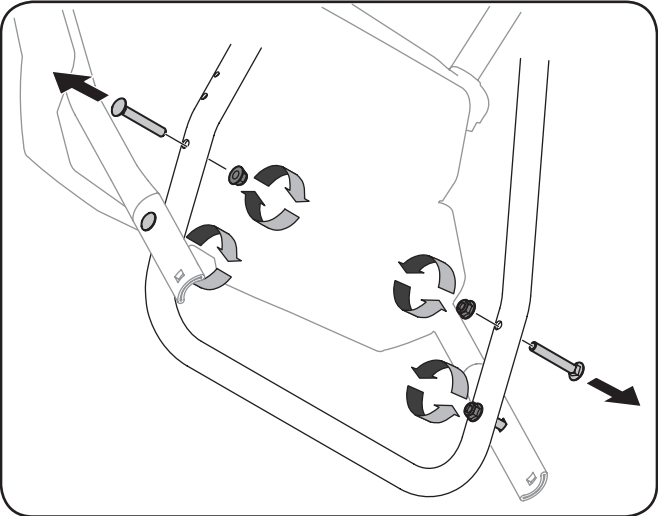

Figure 3-1
- Desserrez les deux contre-écrous supérieurs qui fixent les poignées inférieur et supérieur. Retirez les deux vis de carrosserie de la poignée inférieur et mettez-les de côté comme illustré sur la Figure 3-1.